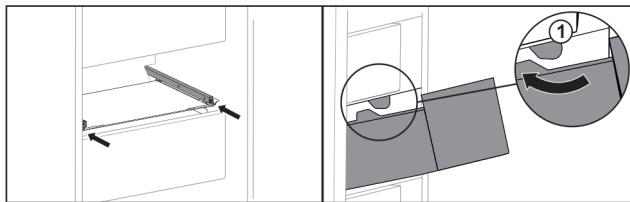

Fig. 134
- Prevedťte zásuvku okolo zarážok Fig. 134 (1).